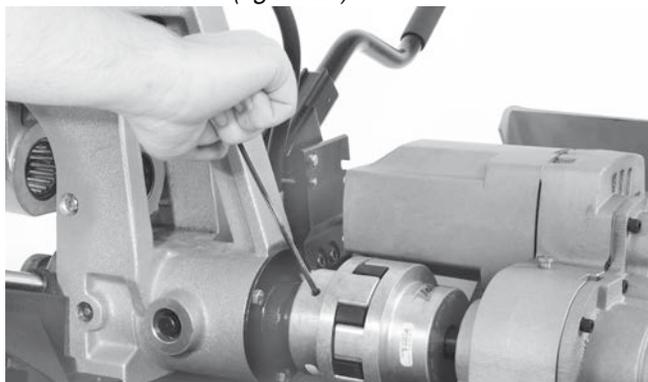

Figura 24 - Desapertar os dois parafusos do acoplamento da transmissão
1. Utilizar a chave sextavada 3/16" para desapertar os dois parafusos na metade da frente do acoplamento da transmissão (figura 24).
3. Utilizar a chave sextavada 3/16" para desapertar os dois parafusos na metade da frente do acoplamento da transmissão (figura 24).